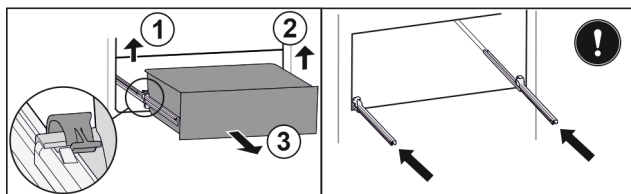

Fig. 20
- ▶ Приподнимите левый зажим и одновременно вытяните движением вперед выдвижной ящик слева. Fig. 20 (1)
- ▶ Приподнимите правый зажим и одновременно вытяните движением вперед выдвижной ящик справа. Fig. 20 (2)
- ▶ Извлеките выдвижной ящик движением вперед. Fig. 20 (3)